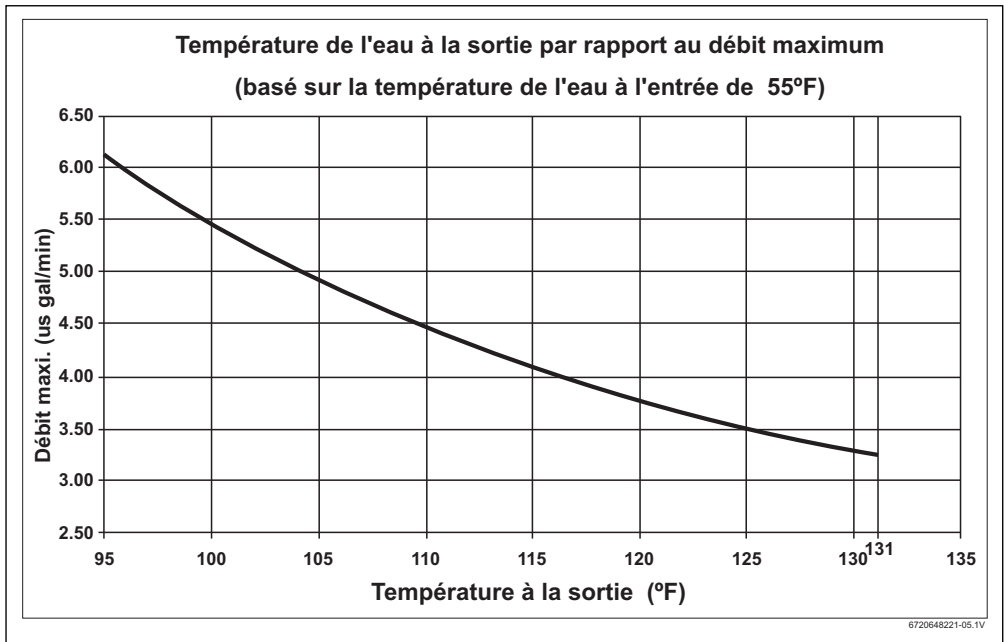

Fig. 8
- ▶ Régler le robinet de sectionnement de sortie jusqu'à ce que le débit du robinet d'eau chaude corresponde à la valeur indiquée sur la Fig. 8 ci-dessous.
Ces chiffres sont basés sur une température de l'eau à la sortie de 55 °F et une tension d'alimentation de 240 volts. Si la température de l'eau à l'entrée est inférieure à 55 °F, ou si la tension d'alimentation est inférieure à 240 volts, la température à la sortie sera inférieure aux données indiquées Fig. 8. Réduire le débit et/ou alimenter l'unité avec du 240 volts si une température à la sortie plus élevée est souhaitée.
La température de l'eau à l'entrée est trop froide	Vérifier que le chauffe-eau est correctement configuré par rapport à sa localisation géographique. Tourner le bouton de température, en bas du chauffe-eau, dans le sens des aiguilles d'une montre, jusqu'au bout, pour la température maximale. Vérifier que les débits sont inclus dans les spécifications du chauffe-eau. Consulter la Fig. 8, page 13 du présent manuel. L'utilisation d'une vanne d'isolement sur la sortie d'eau chaude est recommandée pour contrôler le débit.
La température indiquée sur le cadran est trop basse	Tourner le cadran de température situé en bas du chauffe-eau dans le sens des aiguilles d'une montre afin d'augmenter la température. Consulter Fig. 8 pour connaître la température de sortie par rapport au débit.
Le débit est trop fort	Régler le débit pour rester dans le cadre des spécifications du chauffe-eau. Voir Fig. 8 du présent manuel.
La pression des robinets de sectionnement est trop faible	Régler la vanne de sortie fournie par l'installateur tel que décrit ci-dessous: <ul style="list-style-type: none"> <li>• Ouvrir complètement les robinets de sectionnement d'entrée et de sortie au niveau du chauffe-eau. (S'ils ne sont pas installés, les installer avant toute utilisation).</li> <li>• Ouvrir complètement le dispositif d'eau chaude alimenté par le chauffe-eau, au débit le plus fort (par ex. : baignoire).</li> <li>• Fermer doucement le robinet de sectionnement pour diminuer le débit jusqu'à ce que la température de la sortie d'eau chaude corresponde aux valeurs indiquées Fig. 8 du présent manuel, ou jusqu'à atteindre la température de l'eau désirée.</li> </ul>
Le débit varie. L'alimentation en eau est raccordée à la sortie de l'unité.	Les variations importantes du débit peuvent avoir un impact négatif sur la température de l'eau du chauffe-eau. Le passage d'une installation majeure à plusieurs installations en une fois peut provoquer la fluctuation de la température. Il est recommandé de rester dans le cadre des spécifications du chauffe-eau. Voir Fig. 8.